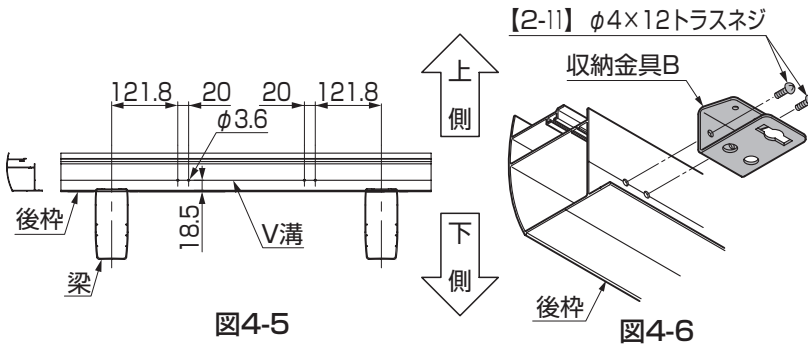

図4-5
- ①後枠の側面にφ3.6の穴をあけてください。(図4-5参照)